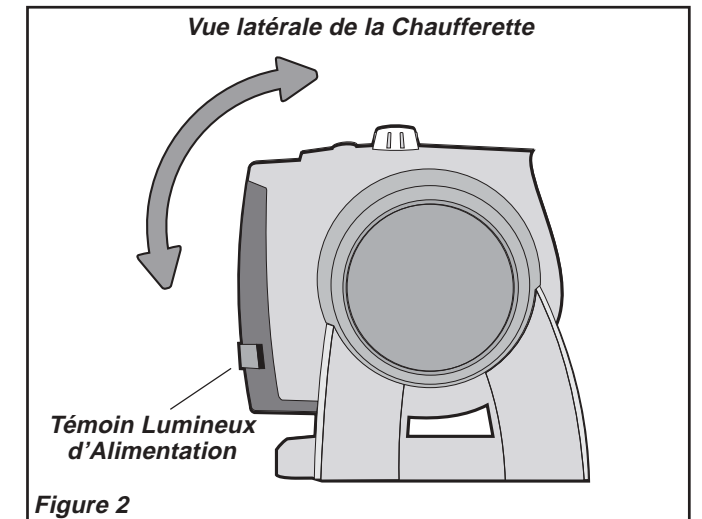

Figure 2
- Assurez-vous que la Chauffeurette est à la position "ÉTEINTE" (0) avant de brancher la Chauffeurette dans la prise de courant.
- Placez le Bouton de Puissance au réglage de chaleur désiré. Le réglage de Chaleur Élevée (1 500 watts) est représenté par (2) et la Chaleur Faible (750 watts) par (1).
- Pour ajuster l'angle du débit d'air de la Chauffeurette, incliner le châssis de la Chauffeurette vers l'avant ou vers l'arrière à la position désirée. (Figure 2)
- Pour déconnecter la Chauffeurette, tourner le **Bouton de Puissance** à la position "ÉTEINTE" (0), puis débrancher le cordon de la prise de courant.